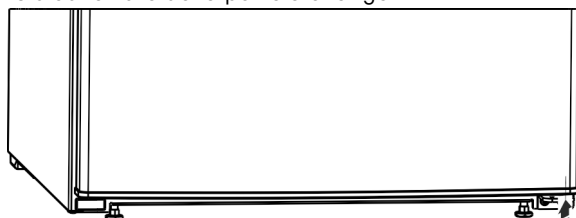

Fig. 27*
- Remplacer la butée Fig. 27 (13) en bas à droite sur la porte, car elle joue un rôle important pour la stabilité de l'appareil.*